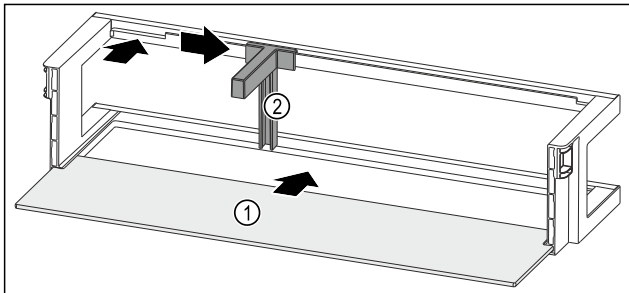

Fig. 204 Türabsteller mit Abstellfläche
- ▶ Abstellfläche Fig. 204 (1) in die seitlichen Aussparungen einschieben.
- ▶ Flaschenhalter Fig. 204 (2) in die Aussparung einsetzen.
- ▶ Flaschenhalter Fig. 204 (2) in gewünschte Position zur Seite schieben.